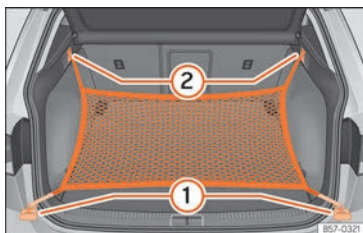

Fig. 179 En el maletero: argollas ① y ganchos ② para enganchar la bolsa de red.
- Fije los ganchos cortos de la red en las argollas de amarre »» fig. 179 ① »» ⚠. La cremallera de la bolsa tiene que quedar hacia arriba.
- Fije las cintas en los ganchos para colgar bolsas ②.